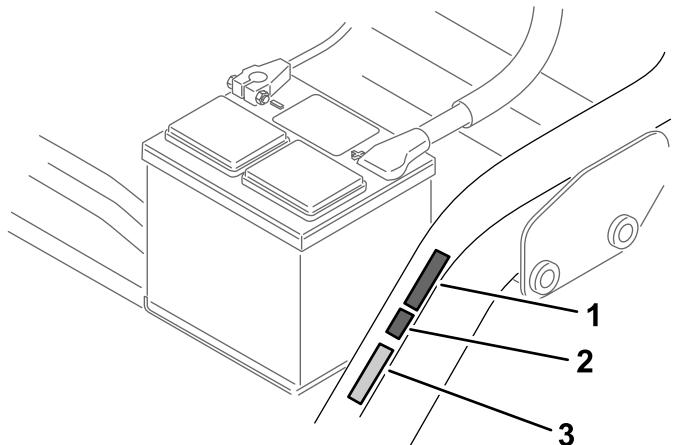

Figura 15
- Coloque la pegatina del año de producción CE junto a la pegatina de la marca CE (Figura 15).
- Coloque la pegatina de la marca CE junto a la placa del número de serie (Figura 15).